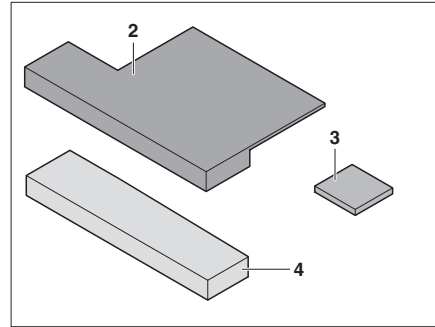

Bild 168 Zusatzpolster
- Sitzkeil (Bild 168,3) an Zusatzpolster (Bild 168,2) anbringen (mit Klettverschluss).